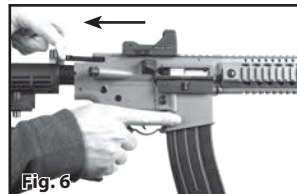

Fig. 6
- Træk ladehåndtaget hele vejen tilbage og slip det (Fig. 6).